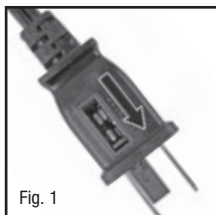

Fig. 1
- Faites glisser le couvercle du fusible, situé sur le dessus de la fiche, vers les broches de la fiche. (Fig. 1)
- Insérer le cordon d'alimentation dans la rainure située au centre de la pièce arrière de l'assemblage de la base (Fig. 1).